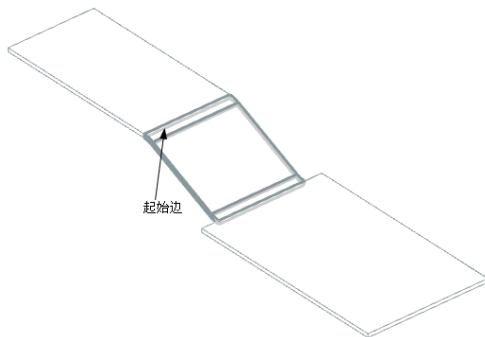

图 10-21 “完整起始边”示意图
(3) 完整起始边：创建宽度与起始边相等的桥接折弯，示意图如图 10-21 所示。